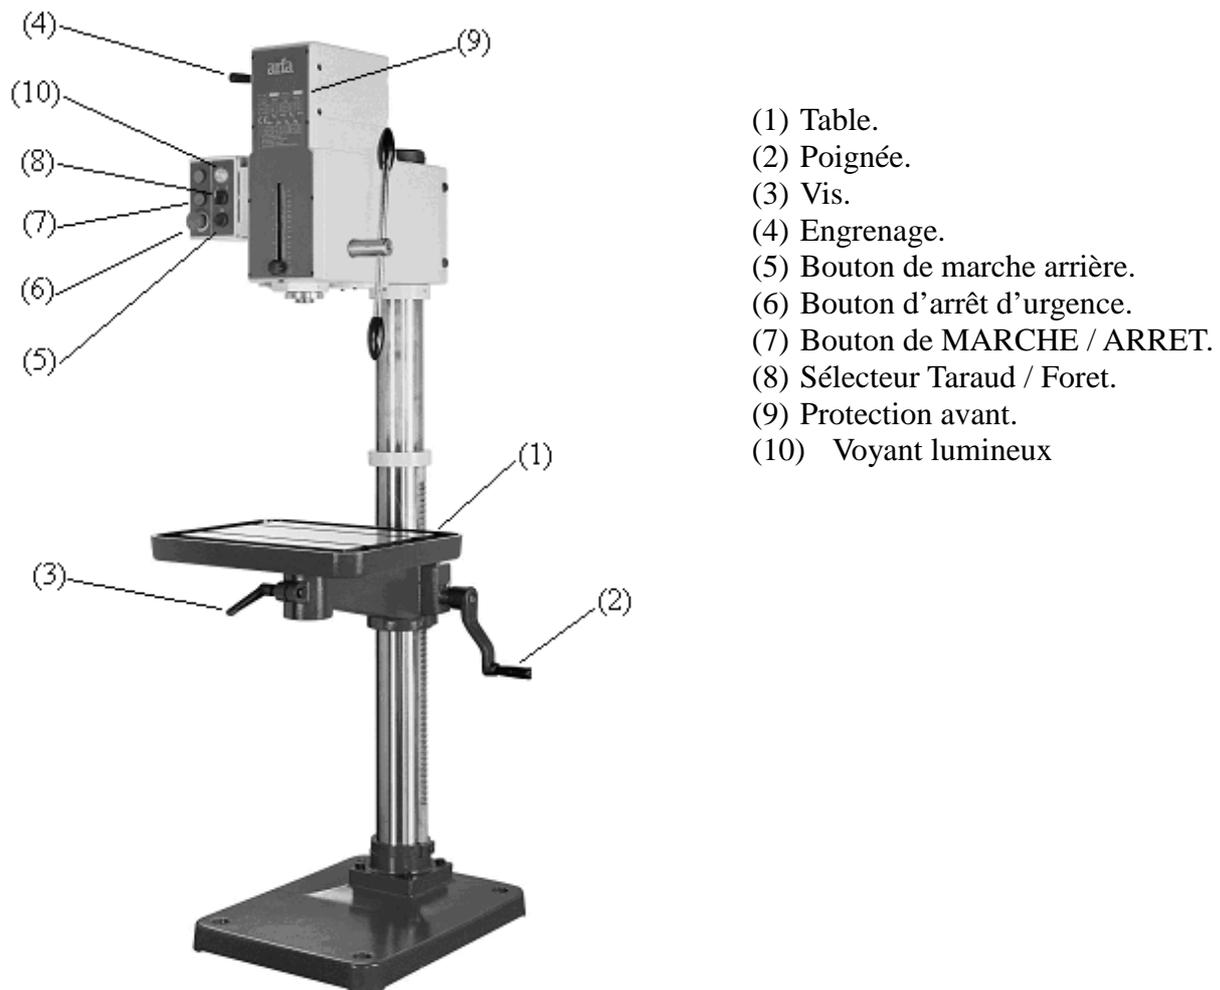

Fig. : 2.1
Avant de commencer à fonctionner, la table (1) (voir fig. 2.1) est réglée à la hauteur de travail désirée en desserrant la vis au dos de la colonne, la hauteur de la table peut alors être réglée en tournant la grande poignée (2) sur le côté de la colonne. N'oubliez pas de resserrer la vis au dos de la colonne. La table peut également être tournée à l'horizontale en desserrant la vis (3) sous la table.
La perceuse est équipée d'un dispositif de lancement automatique (8) (reportez-vous à la fig. 2.1), qui fonctionne en tournant le taquet situé dessous à gauche, maintenant le mandrin porte-foret peut fonctionner dans le logement de perçage en même temps que le perçage sera lancé.